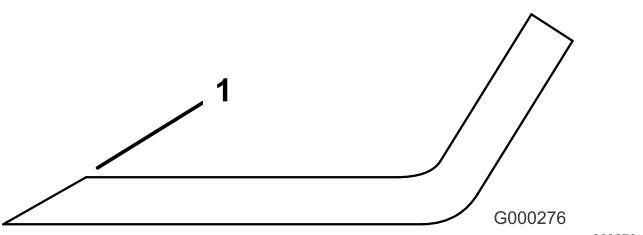

Figura 106
1. Affilate i taglienti da entrambe le estremità della lama con una lima (Figura 106).